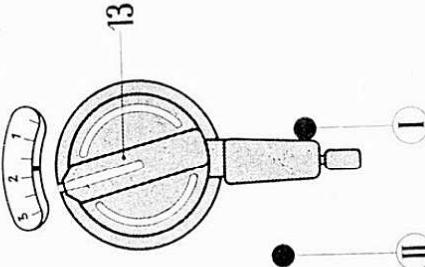

Abb. 38
6. Einstellen des Hebels 13 (Abb. 38). Dieser wird so weit nach links gedreht, bis der an seinem oberen Ende befindliche weiße Strich dem weißen Strich des Zickzack-Hebels 12 gegenüberliegt (Abb. 38). Damit ist die Maschine zum Knopflochnähen eingestellt.
3. Nadeleinstich nach links verlegen, durch Drehen des Hebels 13 ganz nach links (Abb. 38). Dabei wird die weiße Markierung *nicht* verwendet.